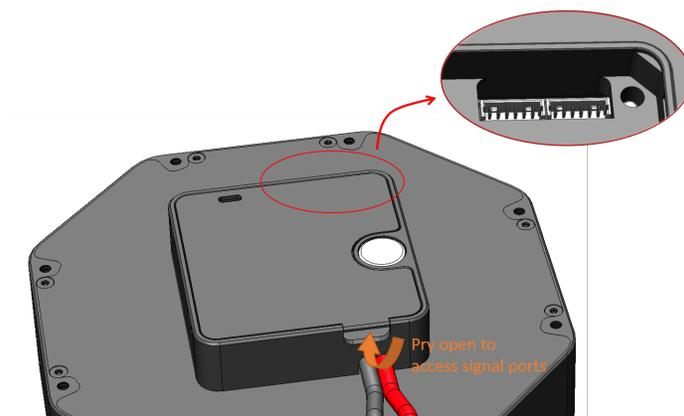

图 4: Panda BEAR Signal Ports
- 电气属性 PB02 有一个电源接口，接头型号为 XT60。为方便多个 BEAR 模块的串联，PB02 配有两个信号接口，接头型号为 Molex PicoBlade 53047 6Pin。请参照图4所示撬开背盖来连接线号接口。PB02 可接受的输入电压范围为：9 至 50.4V。